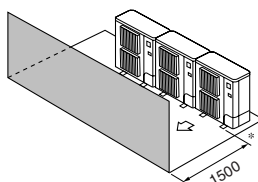

Fig. 2-10
- ③ Hindernisse nur auf der Vorderseite (Fig. 2-10)